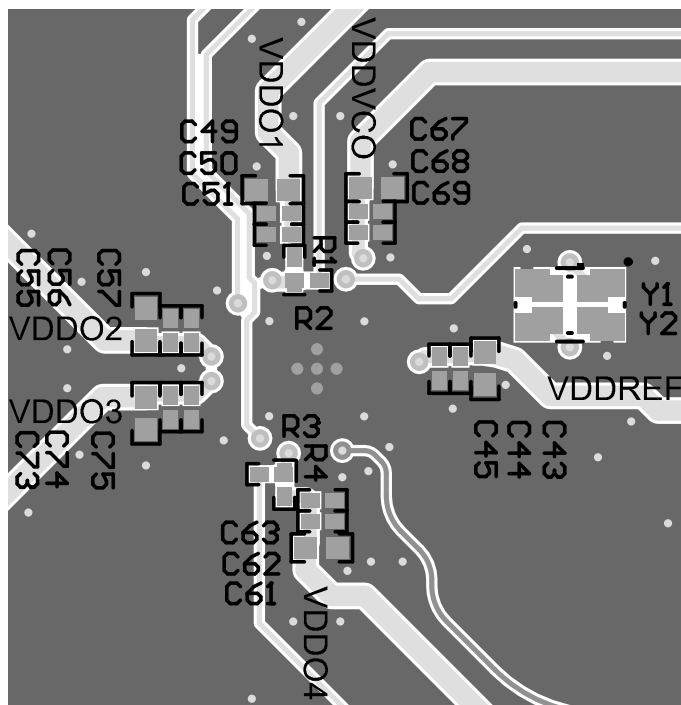

図 8-6. レイアウト例、最下層
- 水晶領域を分離し、水晶パッケージの GND パッドを接続して、隣接領域を埋めます。図 8-6 に、複数の水晶振動子サイズをサポートするフット プリントを示します。
- 電源ピンに非常に近い場所に、容量値の小さいデカップリング コンデンサを配置します。コンデンサは、同じ層の非常に近い場所に配置するか、裏面の層に直接配置するようにします。値がより大きい場合は、より遠くに配置できます。図 8-6 に、デバイスの近くに配置された 3 つのデカップリング コンデンサを示します。さまざまな周波数ドメインと VDD_VCO ドメインを分離するために、フェライト ビーズを推奨します。